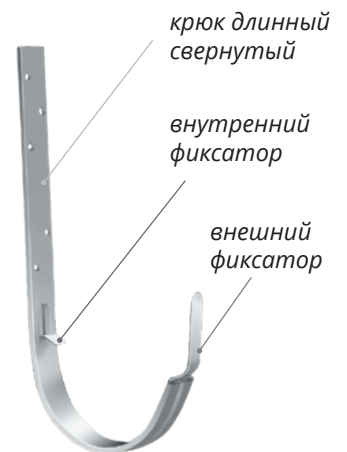

Рисунок 8
1. Отогните внутренний фиксатор крюка (рис.8).
После того как смонтированы все кронштейны и элементы, имеющие крепежные отверстия, установите желоба (рис. 8). При необходимости желоб отрезается под нужный размер при помощи ножовки по металлу, или «болгарки», или циркулярной торцовочной пилы.